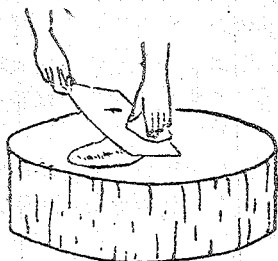

图10
1. 正刀片是刀背向外，刀刃向里，刀与砧板成较小的锐角，片时刀由外向里移动的一种刀法。这种刀法适于脆和韧性原料，如白菜和腰子等（见图10）。